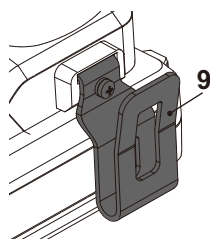

Fig. 18
- > Enganche el clip para el cinturón (9) en la ranura y fíjelo con un tornillo (Fig. 18).